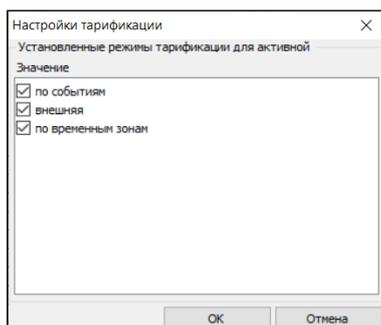

Рисунок 3.21
- выполнить авторизацию, а затем вычитать из счетчика его адрес и заводской номер во вкладке «Информация». (см. рис. 3.21).
Во вкладке «Информация» (рис. 3.21) содержится информация о заводском номере счетчика, его сетевом номере, версии прошивки, а также данные абонента. Данные абонента записываются в счетчик в разделе «Конфигурация», вкладка «общие» (см. рисунок 3.24, таблица 3.7).